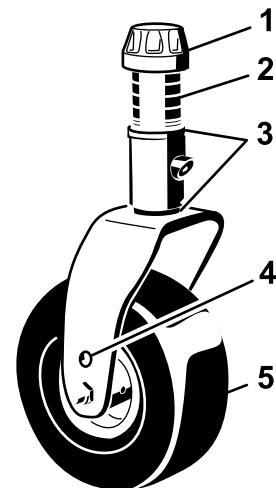

Figura 24
1. Coloque los ejes de las ruedas giratorias en el mismo taladro en todas las horquillas (Figura 24 y Figura 26).
2. Retire el casquillo tensor del eje y deslice el eje fuera del brazo de la rueda giratoria (Figura 24).